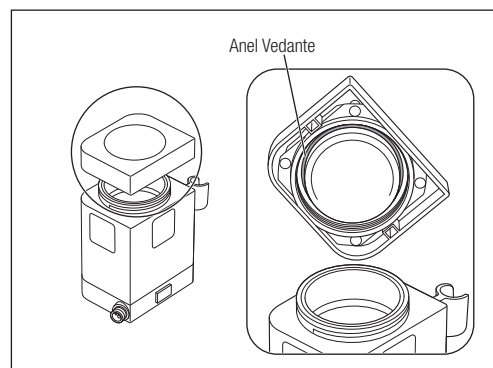

Fig. 48
- 2) Retire o anel vedante do interior da tampa da câmara utilizando uma agulha, etc. (Fig. 48).